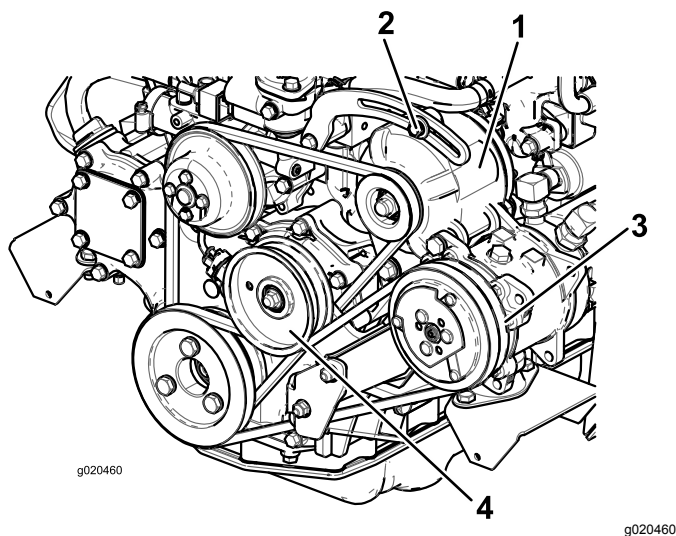

Figura 101
Si la desviación no es de 10 mm, afloje los pernos de montaje del alternador (Figura 101).
Compruebe la condición y la tensión de la correa (Figura 101) cada 100 horas de operación.
2. Si la desviación no es de 10 mm, afloje el perno de montaje de la polea tensora (Figura 101). Aumente o reduzca la tensión de la correa del compresor y apriete el perno. Verifique de nuevo la desviación de la correa para asegurarse de que la tensión es la correcta.